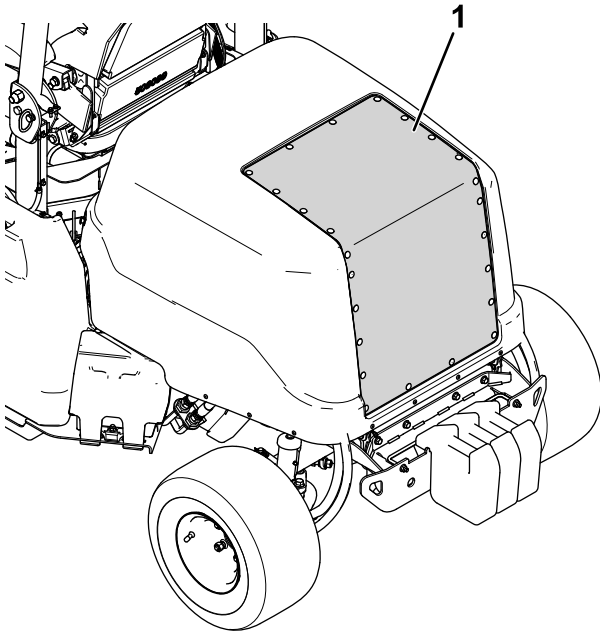

Bild 68
2. Reinigen Sie das Luftansauggitter mit Druckluft (siehe Bild 68). Richten Sie dabei die Druckluft vom Motorinnenraum nach außen.